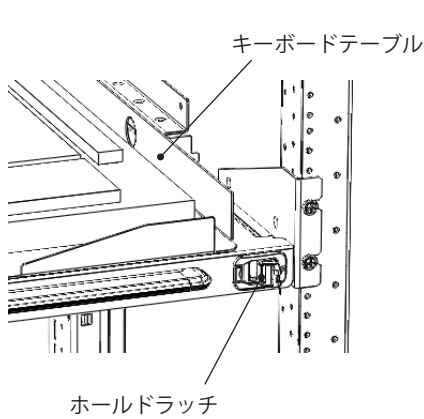

図 11
1. キーボードテーブルを引出すためホールドラッチのロックを解除してください。(図 11) (「●ホールドラッチの操作方法」を参照)